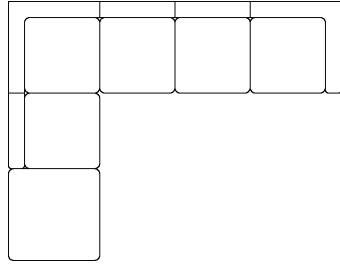

图 3-79 圆角处理
3) 在功能区单击“常用”选项卡→“修改”面板→“圆角”按钮，按照如图 3-79